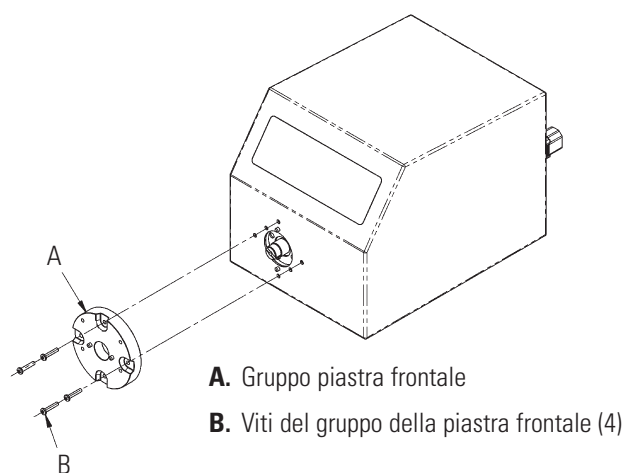

Figura 4-3. Controllo del sigillo dell'albero
2. Rimuovere le quattro (4) viti (B nella Figura 4-3) che mantengono in posizione il gruppo della piastra frontale (A nella Figura 4-3) sull'azionamento e rimuovere il gruppo della piastra frontale dall'azionamento. Si possono installare #8-32 viti nei fori di montaggio della pompa per fornire impugnature per la rimozione del gruppo della piastra. Conservare le viti B per il passo 7. **NON** sostituire le viti.
8. Installare il gruppo della piastra frontale sull'albero e nei piedini di posizionamento, nell'orientamento desiderato. (Sono possibili 4 configurazioni, a distanza di 90 gradi l'una dall'altra.) Reinstallare le quattro (4) viti, estratte al punto 2 (cfr. Figura 4-3).